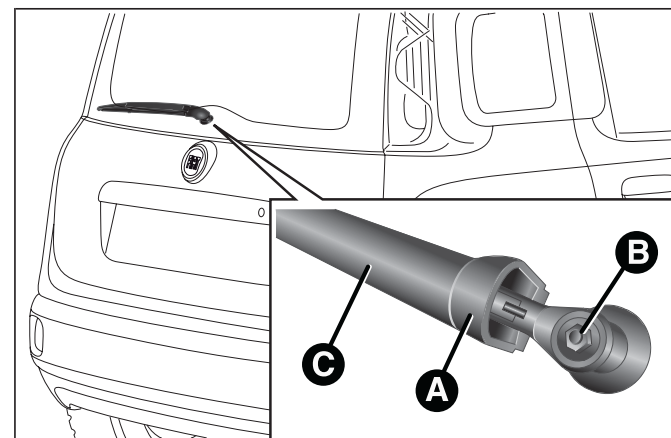

fig. 156
- sollevare la copertura A fig. 156, svitare il dado B e rimuovere il braccio C;